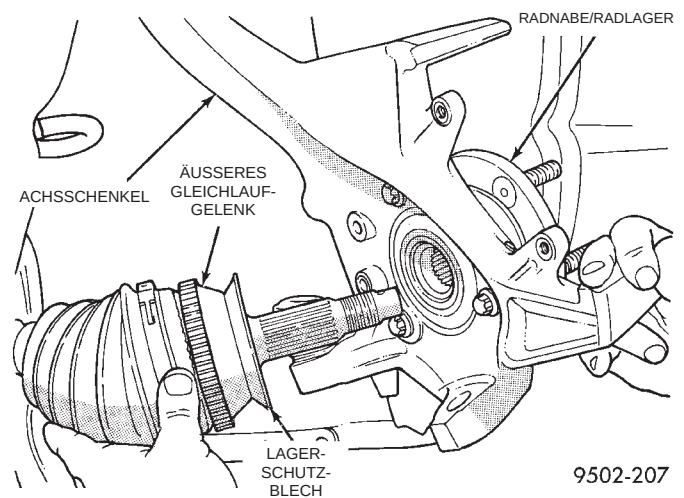

Abb. 49 Achsschenkel von der Antriebswelle abziehen
(15) Achsschenkel herausziehen und nach außen vom äußeren Gleichlaufgelenk der Antriebswelle abziehen. Dabei die Antriebswelle festhalten oder aufhängen (Abb. 49).